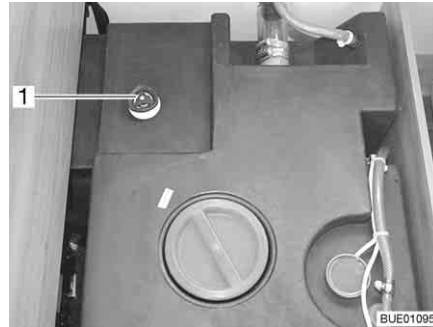

Fig. 196 Depósito de agua con tirador giratorio
- Girar el tirador giratorio (Fig. 196,1) sobre el depósito de agua en sentido de las agujas del reloj, hasta el tope.
- Girar el tirador giratorio (Fig. 196,1) sobre el depósito de agua en sentido contrario a las agujas del reloj, hasta sentir resistencia. El agua se saldrá hasta 60 litros.